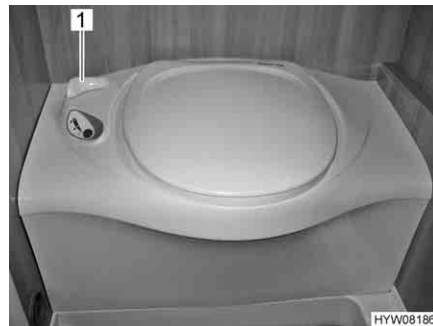

Fig. 264 Toilettes Thetford
- Avant d'actionner la chasse d'eau, ouvrir le curseur des toilettes Thetford. Tourner pour cela le levier du curseur (Fig. 264,1) dans le sens inverse des aiguilles d'une montre.
- Après avoir actionné la chasse d'eau, fermer le curseur. Tourner le levier du curseur (Fig. 264,1) dans le sens des aiguilles d'une montre.